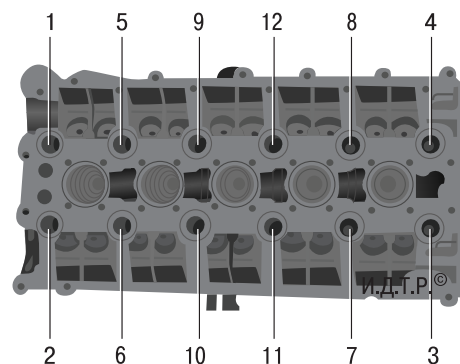

Рис. 5.45. Порядок ослабления затяжки болтов крепления головки блока цилиндров
17. Ослабьте затяжку двенадцати болтов крепления головки блока цилиндров в порядке, показанном на рис. 5.45, а затем окончательно выверните болты крепления головки и выньте их вместе с шайбами.
в порядке, обратном показанному на рис. 5.45, в три этапа: